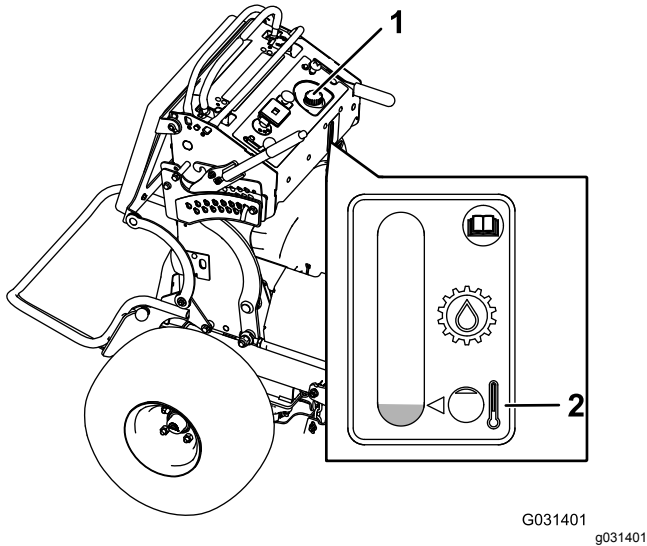

Figure 75
- Nettoyez la surface autour du bouchon et du goulot de remplissage du réservoir hydraulique (Figure 75).
- Enlevez le bouchon du goulot de remplissage (Figure 75).